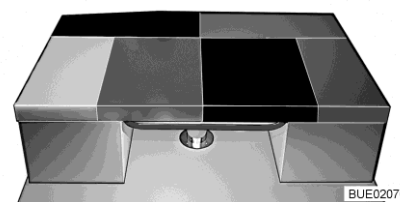

Fig. 155 Dopo la trasformazione
- Posizionare il cuscino aggiuntivo sul tavolo (vedi Fig. 155). Appoggiare il lato obliquo del cuscino sul sedile laterale della dinette a L.